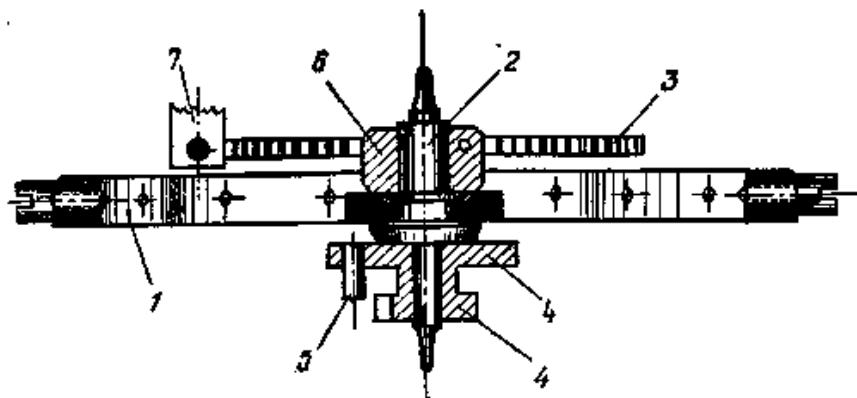

Рис. 2. Колебательная система:
- 1) колебательная система (рис. 2) — баланс с осью и спиралью, двойной ролик с эллипсом;
В колебательной системе особое значение имеет узел баланса (рис. 2), состоящий из балансового колеса 1 (собственно баланс), оси 2, волоска 3, двойного ролика 4 (импульсный и предохранительный), эллипса 5 (импульсный камень), колодки 6 и колонки 8 волоска.